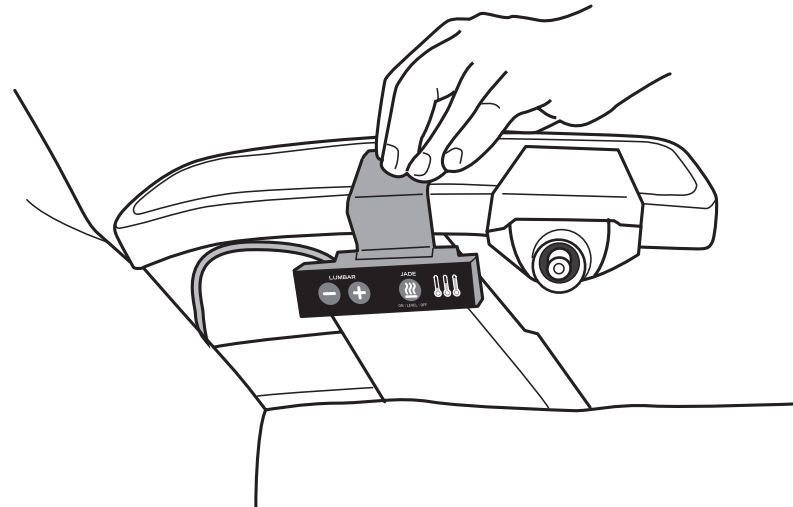

Fig.17
- Coloque el panel de control en posición en el apoyabrazos, por encima del brazo de la silla, como se muestra en la figura (Fig.17).